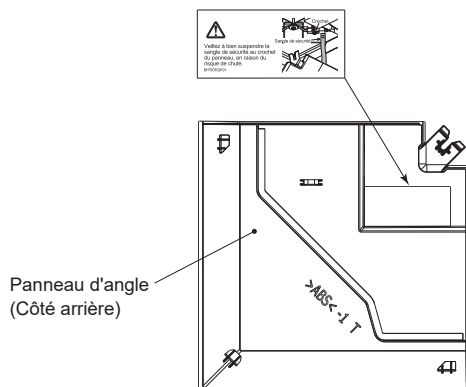

Fig. 6-14
③ Fil de sécurité
④ Crochet
⑤ Tuyau de réfrigérant de l'appareil principal
⑥ Tuyau d'écoulement de l'appareil principal
⑦ Logo de la société
⑧ Position initiale des leviers sur la grille d'admission
① Récepteur
② 3D i-see Sensor
6.7. Étiquette en français (Fig. 6-14)